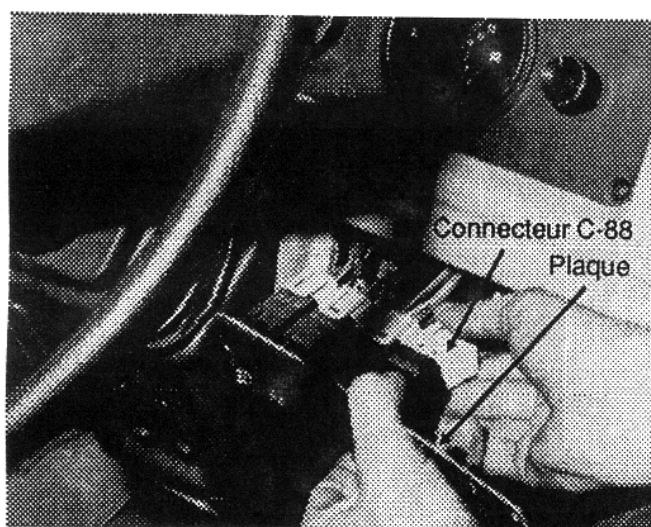

Figure 6
13. Enlever les quatre (4) vis à tête cruciforme retenant la plaque de montage de l'interrupteur des feux de détresse et éloigner la plaque du tableau de bord. Débrancher le connecteur C-88 au niveau de l'interrupteur des feux de détresse (voir figure 6).